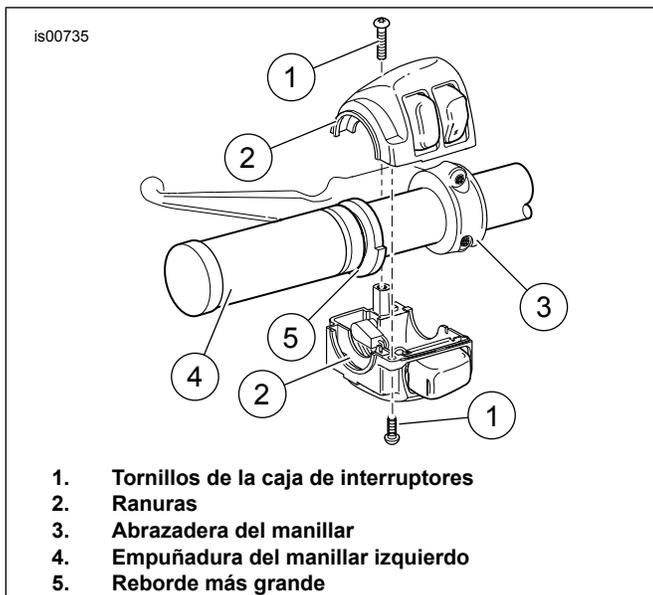

Figura 1. Caja de interruptores del manillar izquierdo
1. Ver Figura 1. Extraiga los dos tornillos con arandelas planas que aseguran la abrazadera del manillar (3) a la pieza de soporte de la palanca del embrague. Quite la abrazadera y coloque el conjunto de la palanca manual del embrague alejado del manillar.
2. Afloje pero no quite, los tornillos de las cajas superior e inferior de interruptores (1).